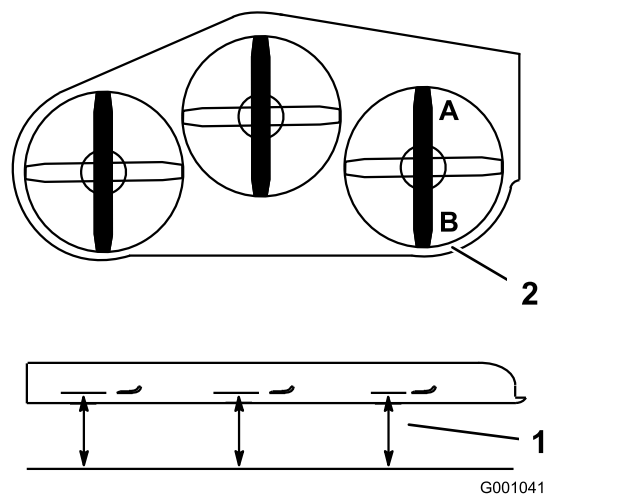

Figure 93
2. Tournez 1 lame dans le sens longitudinal. Aux points A et B, mesurez l'écart entre une surface plane et le tranchant de la pointe des lames (Figure 93).